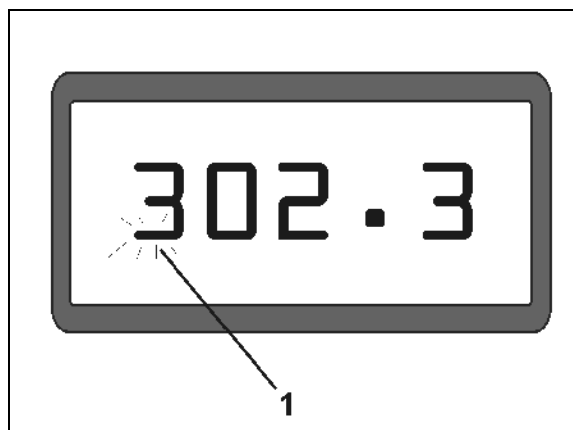

Fig. 2
- **Display (Fig. 2/1).**
Der untere Balken (Fig. 2/1) blinkt während der Arbeit: